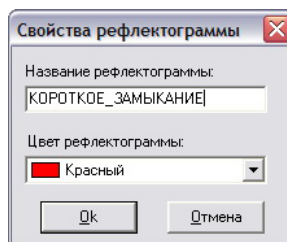

Рис. 5.4 Редактирование параметров рефлектограммы-графика
- Изменить цвет и название графика (Рис. 5.4). Для этого нужно дважды щёлкнуть по списку рефлектограмм. Имя графика не является уникальным (т.е. имена могут повторяться) и может содержать до 32 символов.